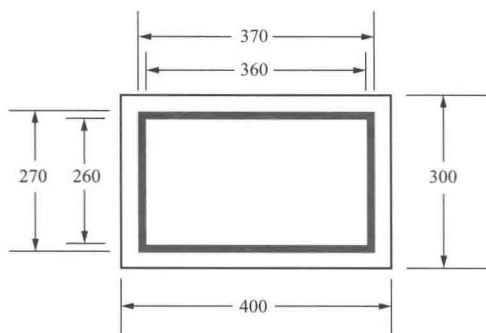

图 1-2 变压器标志牌尺寸参考类型 (二)
(3) 变压器标志牌尺寸参考类型（二）如图 1-2 所示。
(4) 对于特殊情况的变压器其标志尺寸可采用等比例放大或缩小。